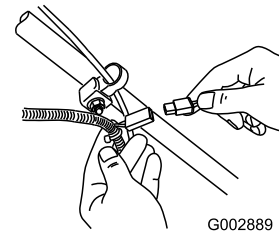

Figura 21
1. Conecte el cargador al arnés de cables situado debajo de la llave de contacto (Figura 21).